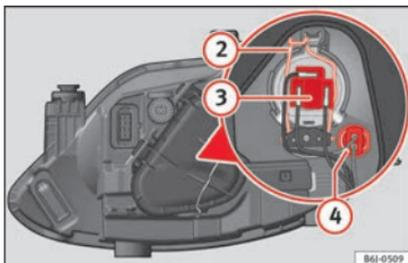

Fig. 95 Anabbagliante/abbagliante e luci di posizione del faro singolo.
- Estrarre il connettore » fig. 95 3 della lampada.
- Sganciare la molla di ritegno » fig. 95 2 premendo verso l'interno e a destra.
- Estrarre il portalampada » fig. 95 4 verso l'esterno.